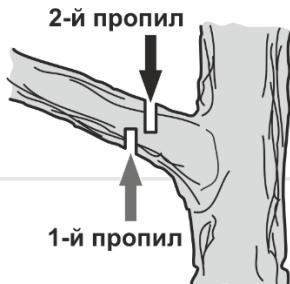

Рисунок 16. Послідовність обрізки гілок і сучків зі стоячого дерева.
1. Перший надріз зробіть знизу (1 пропил, рис.16).
2. Другий надріз зробіть із протилежного боку (2 пропил, рис.16). Слідкуйте за тим, щоб спилина гілка або дрючок не впали на Вас.